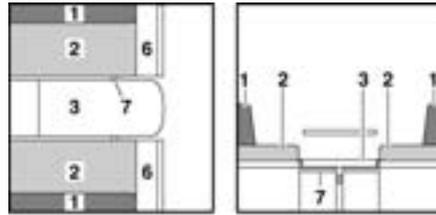

Bild 106 Während des Umbaus
- Sitzbankverlängerung (Bild 106,6) nach oben klappen und mit Klappe verkeilen.